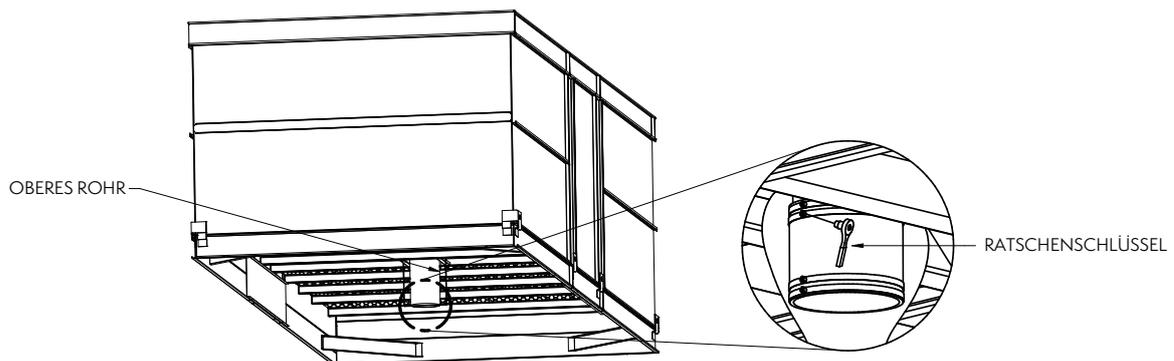

Abb. 8 – Zulaufanschluss am Gehäuseboden
4. Ziehen Sie sämtliche Rohrschellen fest (4 pro Wanne: 2 oben). Hierfür empfiehlt sich ein Ratschenschlüssel (siehe **Abb. 8**).